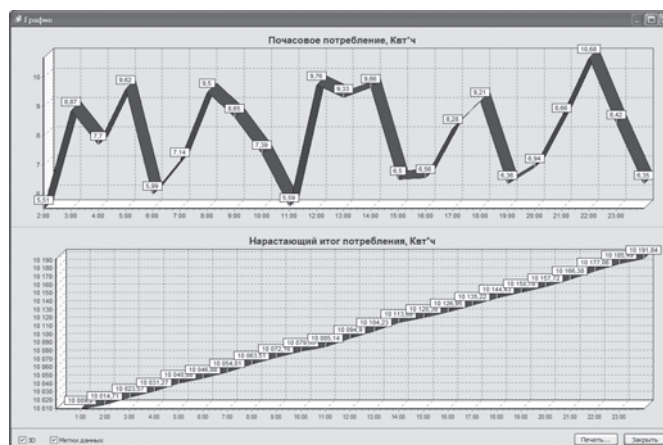

Рис.2. График потребляемой энергии, построенный в ПО «КУБ-FTTx» на основе данных от КУБ-Микро
- встроенную подсистему «Ресурсоучёт» для сбора и обработки показаний с электросчётчиков на объектах (рис. 2),